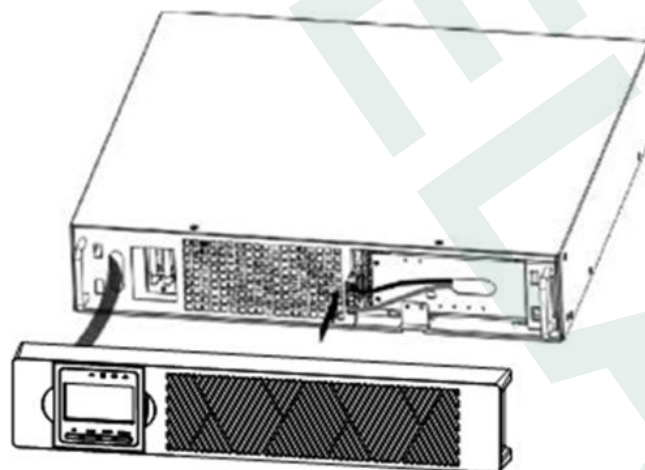

Рис. 2-6
- Подсоедините внутренний разъем для аккумулятора (см. рис. 2-6). Подсоедините красный провод к красному разъему и плотно прижмите разъем, чтобы обеспечить правильное соединение.